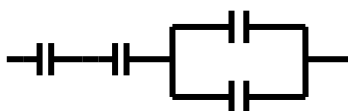

Рис. 3. Схема соединения элементов
7. Известны: λ - интенсивность отказов конденсатора; $\lambda_0, \lambda_3 = \lambda_1$ - интенсивность отказов конденсатора соответственно по обрыву и замыканию (пробою); $\varphi_0 = \lambda_0/(\lambda_0 + \lambda_1)$ - вероятность того, что возникший отказ конденсатора произойдет из-за обрыва; t - время непрерывной работы схемы. Предполагается, что последствие отказов отсутствует. Найти среднюю наработку до первого отказа схем соединения конденсаторов, показанных на рис. 3.